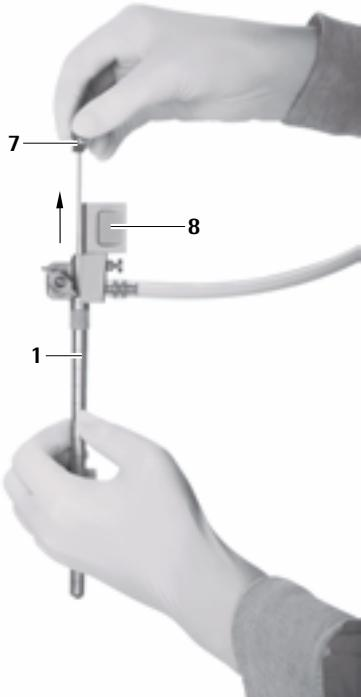

Рис. 9
- ▶ Осторожно извлечь обтуратор для овального рабочего канала 7 из троакара MINOP inVent 1, см. Рис. 9.